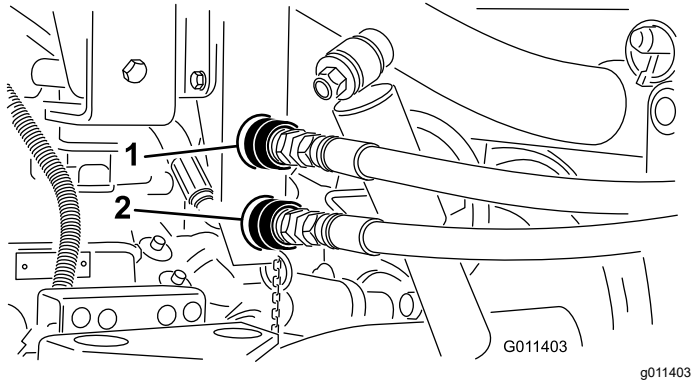

Figure 18
1. Nettoyez les coupleurs rapides du topdresser (Figure 18).
**Remarque:** Les coupleurs montrés à la Figure 18 sont ceux des véhicules jusqu'au numéro de série 239999999.